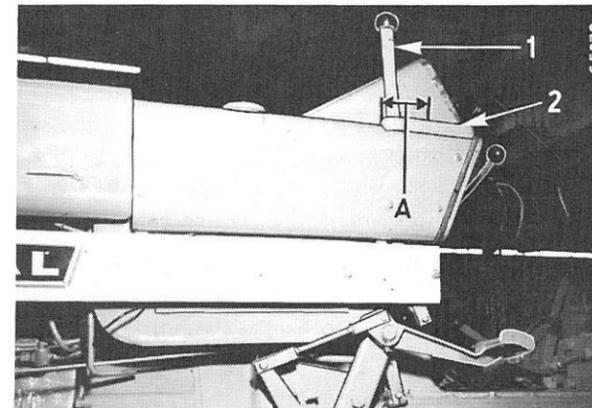

Fig. 79
Lorsque le réglage est correct, le levier (1) Fig. 79 doit avoir une course libre de 45 mm mesurée sur le guide (2).